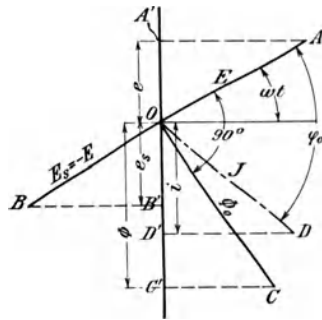
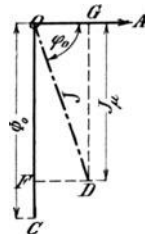

Fig. 117.
Fig. 118.
Stellt man e und Φ als die Projektionen von Vektorgrößen dar, so ergibt sich das in Fig. 117 dargestellte Diagramm, aus dem das Gesetz (29) folgt:
Dreht man in Fig. 117 den Vektor Φ_0 vertikal nach unten, so ist in diesem Augenblick $\Phi = \Phi_0$, während der Strom, der diese Kraftlinienzahl erzeugt, den Wert $\overline{OF} = J \cos(90 - \varphi_0) = J \sin \varphi_0$ besitzt (Fig. 118).